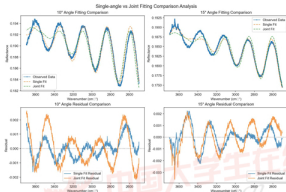

图 18 单角与联合拟合效果与残差对比
3. 双角一致性检验 在厚度估计结果上, 由图 18可得 10° 与 15° 单角拟合得到的厚度差异小于 3%, 联合拟合结果与二者平均值的差异不超过 2%。在反射率曲线和残差分布上, 联合拟合相比单角拟合能有效降低残差波动, 并在两个角度下同时保持一致性。这说明模型在不同实验条件下具有较高的稳定性, 联合拟合策略能提升结果稳健性。